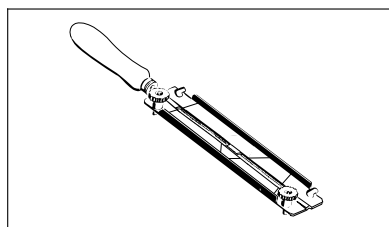

Рис. 62
- Применять державки напильников (рис. 62)